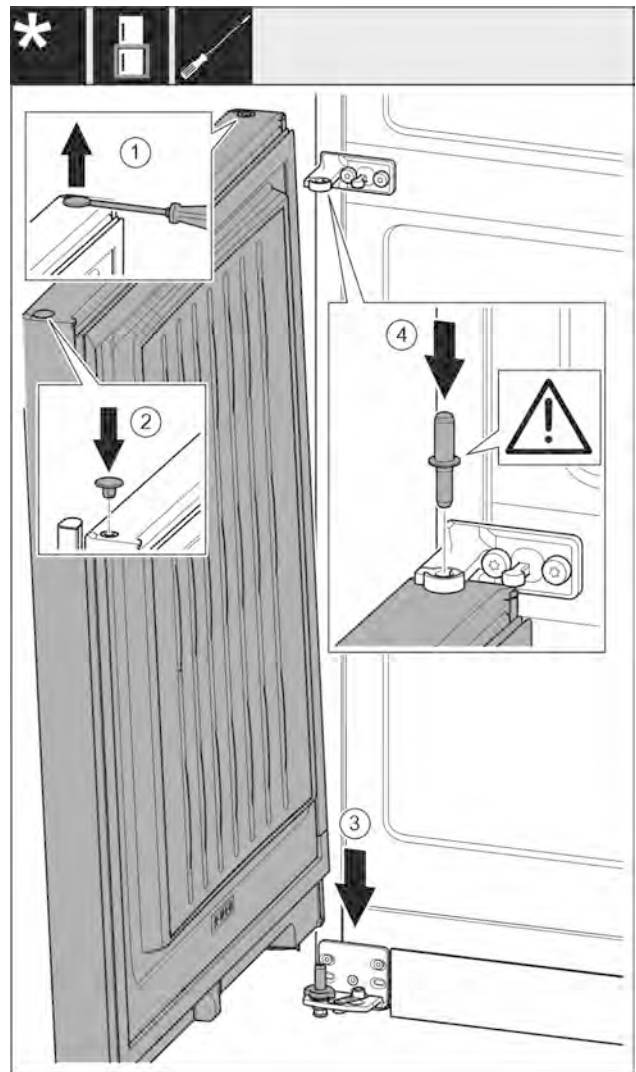

Fig. 29
- ▶ Осторожно приподнимите шлицевой отверткой заглушку и извлеките ее. Fig. 29 (1)
- ▶ Снова вставьте заглушку с другой стороны. Fig. 29 (2)
- ▶ Установите дверь сверху на нижний опорный палец. Fig. 29 (3)
- ▶ Вставьте середину опорного пальца через средний опорный кронштейн в нижнюю дверь. При этом следите за тем, чтобы выступ фиксатора был направлен назад. Fig. 29 (4)